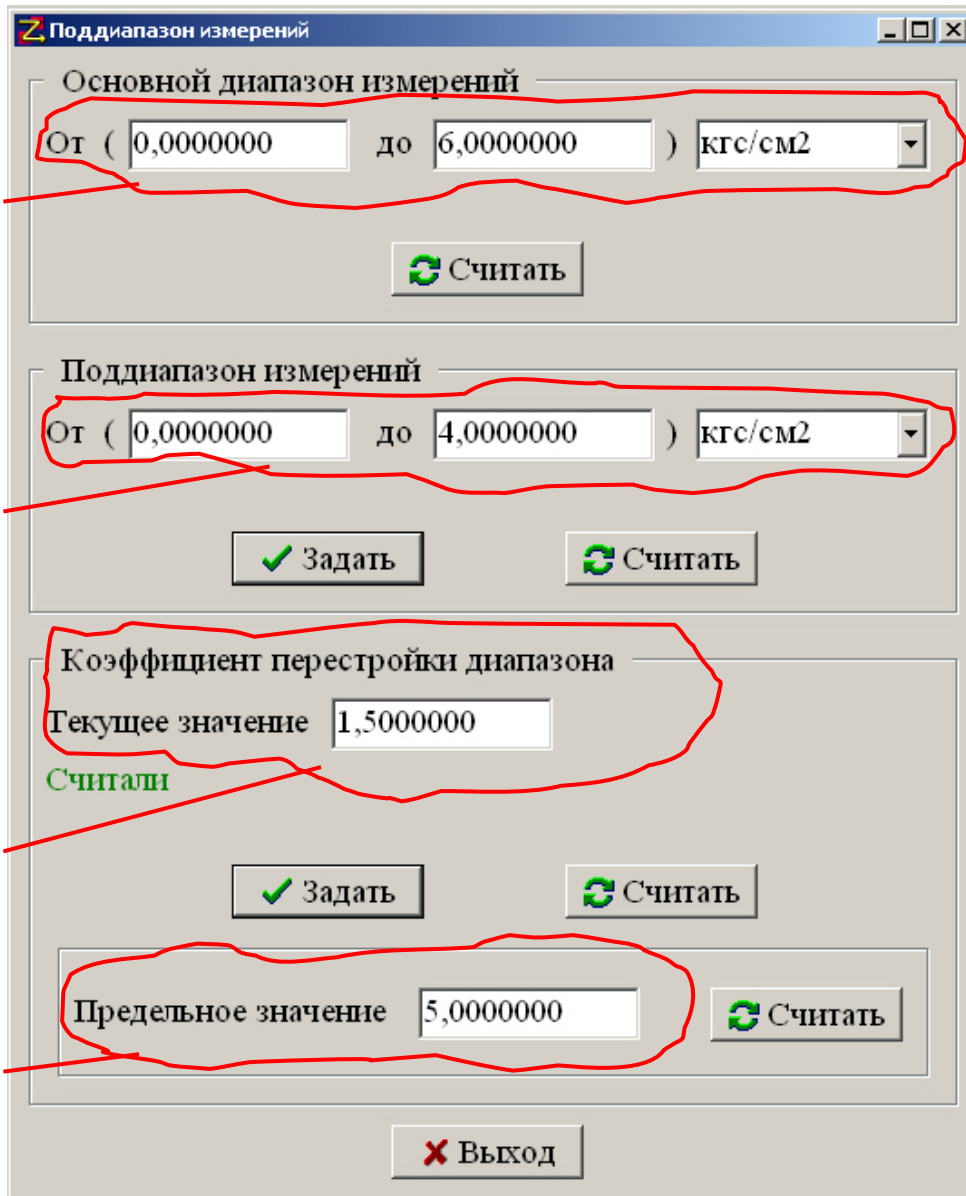

Рисунок 5.16 – Окно перестройки на поддиапазоны измерений
5.1.2.14 Команда № 14: «**14. Перестроиться на поддиапазон**». При выборе команды появляется меню (рисунок 5.16), позволяющее выполнять перенастройку прибора на выбранный диапазон измерений.